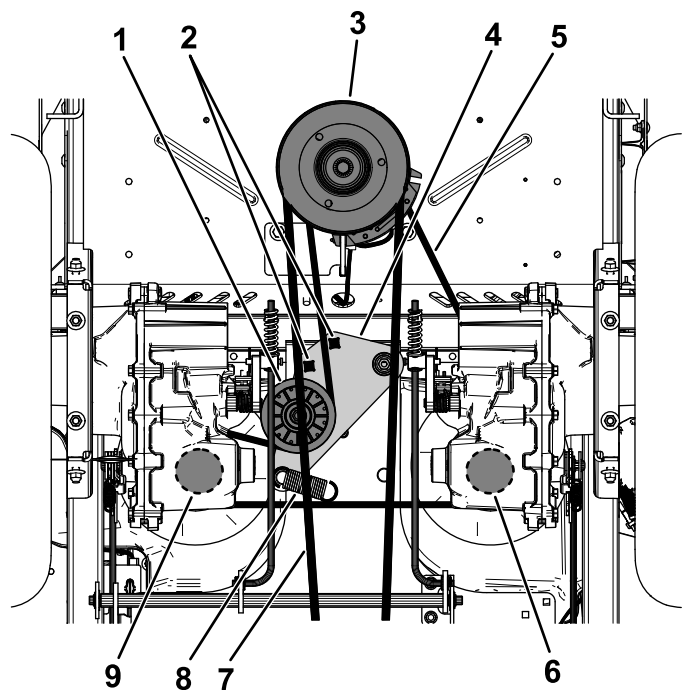

Figura 81
5. Utilice una llave de carraca de 1/2" o similar en uno de los orificios cuadrados del brazo tensor para aliviar la tensión del muelle tensor (Figura 81).
6. Retire la correa existente de la polea tensora, de las 2 poleas de transmisión de la bomba hidráulica y de la polea del motor (Figura 81).
7. Instale la correa nueva alrededor de la polea tensora, la polea del motor y de las 2 poleas de la bomba hidráulica (Figura 81).